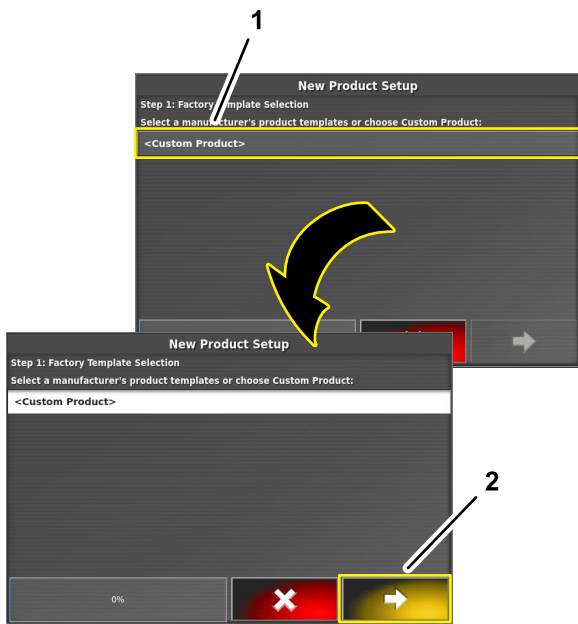

Рисунок 117
6. На этапе 1 в диалоговом окне настройки нового материала нажмите на значок «СПЕЦИАЛЬНЫЙ МАТЕРИАЛ», затем нажмите на стрелку «далее» (Рисунок 117).